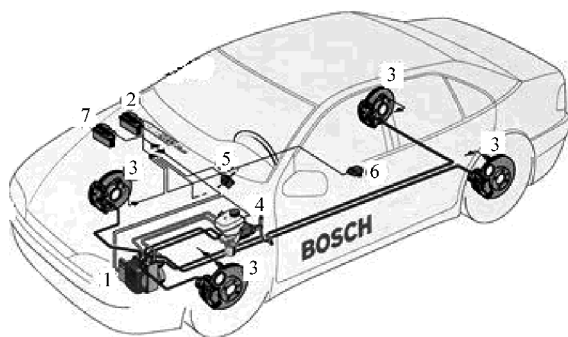

图 2-59 SBC 系统部件位置
(1) 定义 SBC (Sensotronic Brake Control) 是电子感应制动控制系统, 它将制动助力器功能、ABS 系统以及 ESP 系统合为一体, 目前主要应用于奔驰 E 级轿车。
(2) SBC 的组成与工作原理 SBC 由操纵单元 (包括制动主缸、制动踏板行程模拟器、制动踏板位置传感器)、传感器、SBC 电控单元、SBC/ABS/ASR/ESP 液压调节器、发动机控制单元 (ECU) 等组成, 如图 2-59 所示。